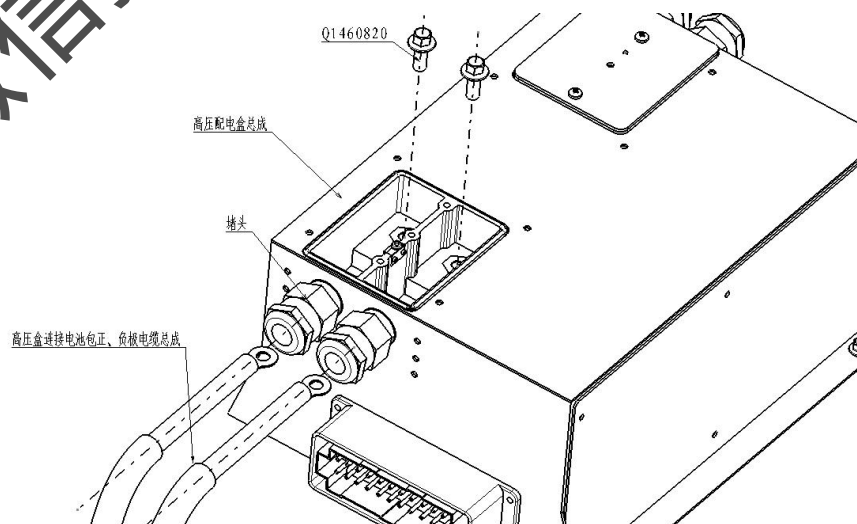

图9-5 维修步骤4
4、用套筒(13mm)旋出高压盒连接电池包正、负极电缆总成压线端子的两个固定螺栓Q1460820。旋松高压配电箱的两个堵头拆下高压盒连接电池包正、负极电缆总成（如图9-5所示）。